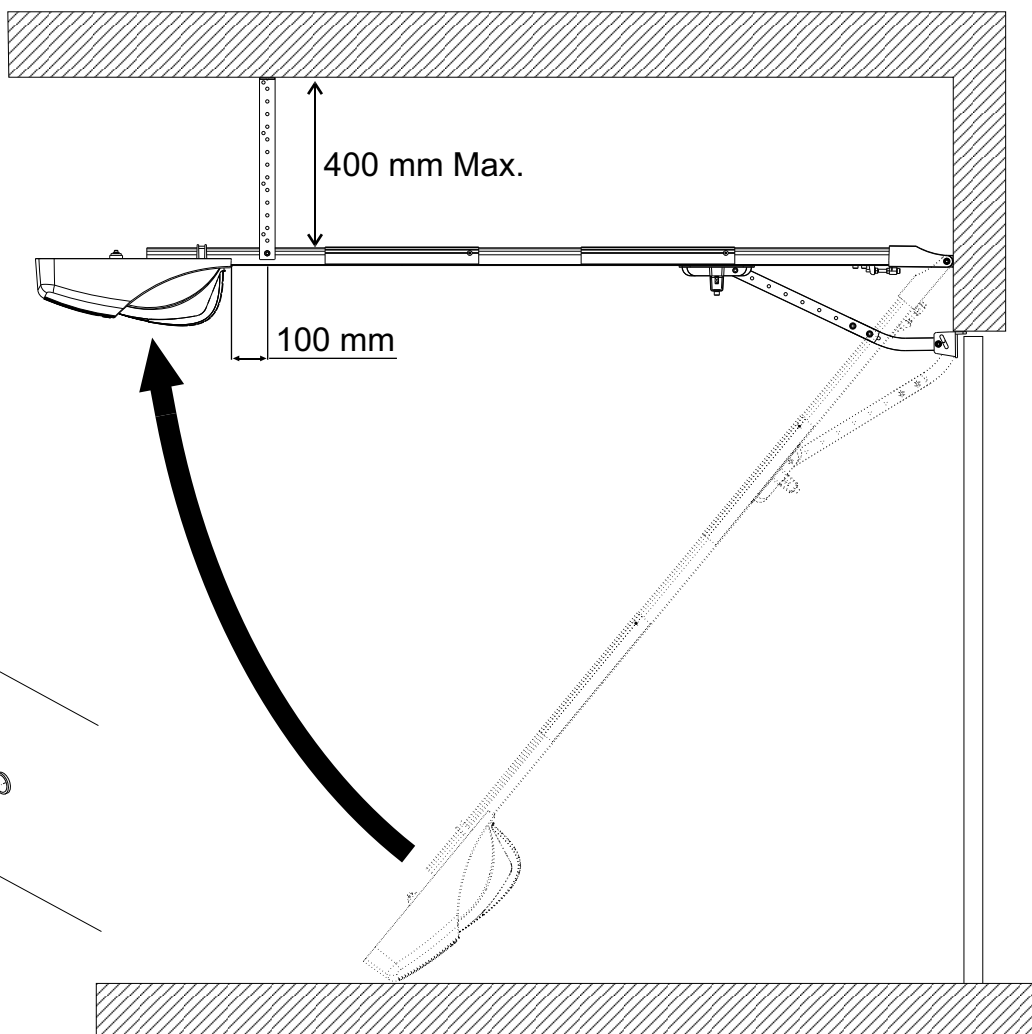

Fig. 9
- Eleve el Corona S y fíjelo en el techo con las bridas correspondientes, manteniendo una distancia máxima desde el techo de 400 mm y asegurándose de que el Corona S queda completamente horizontal (Fig. 9);